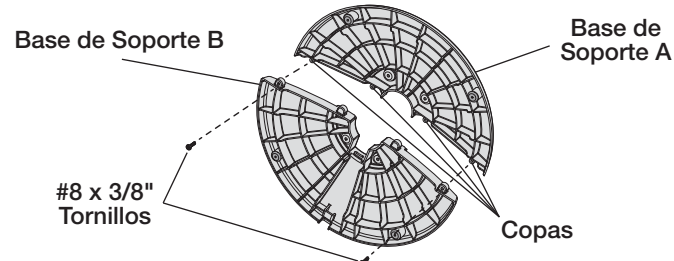
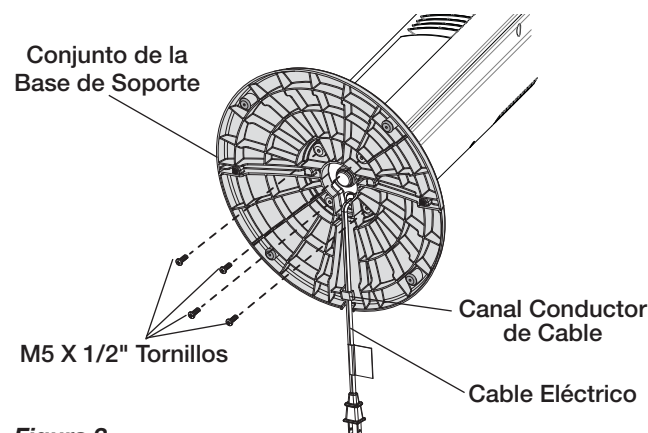

Figura 1
Figura 3
2. Arme las Mitades de la Base de Apoyo encastrando las Puntas de la **Base de Apoyo A** con los Orificios para Puntas en la **Base de Apoyo B**. Asegure (2) **#8 X 3/8" Tornillos** en los dos orificios externos en la parte inferior de la Base. (Figura 1)
4. Alinee la Montura de la Base de Apoyo con la Base del Motor, teniendo en cuenta que la ranura del cable en la parte inferior de la montura de la base de apoyo debe apuntar hacia la parte posterior del Ventilador. Adose la Montura de la **Base de Apoyo** a la Base del Motor con **Tornillos Largos M5 de 1/2"**. Cerciórese de alinear la Llave del **Conjunto de la Base de Soporte** con la Muesca Localizadora de la Base Del Motor. (Figura 1) Suavemente tire del **Cable Eléctrico** para evitar que quede flojo y colóquelo en el **Orificio de Colocación del Cable**. (Figura 3)